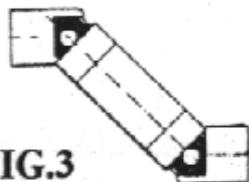

FIG.3
- 2º. Cuando se emplean dos juntas sencillas unidas por un eje intermedio debe observarse que se corresponda la posición de las horquillas en ambas juntas (fig.3,correcto; fig.4, incorrecto).